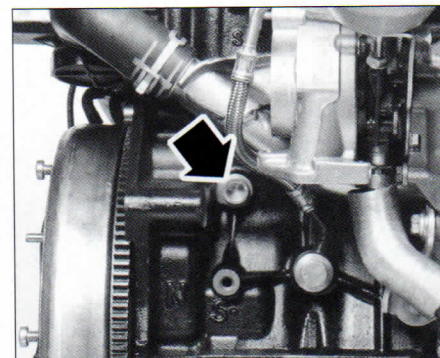

FIG. 24
- En el caso de un vaciado completo abrir el tapón del bloque motor (es necesario desmontar el precatalizador) (fig. 24).